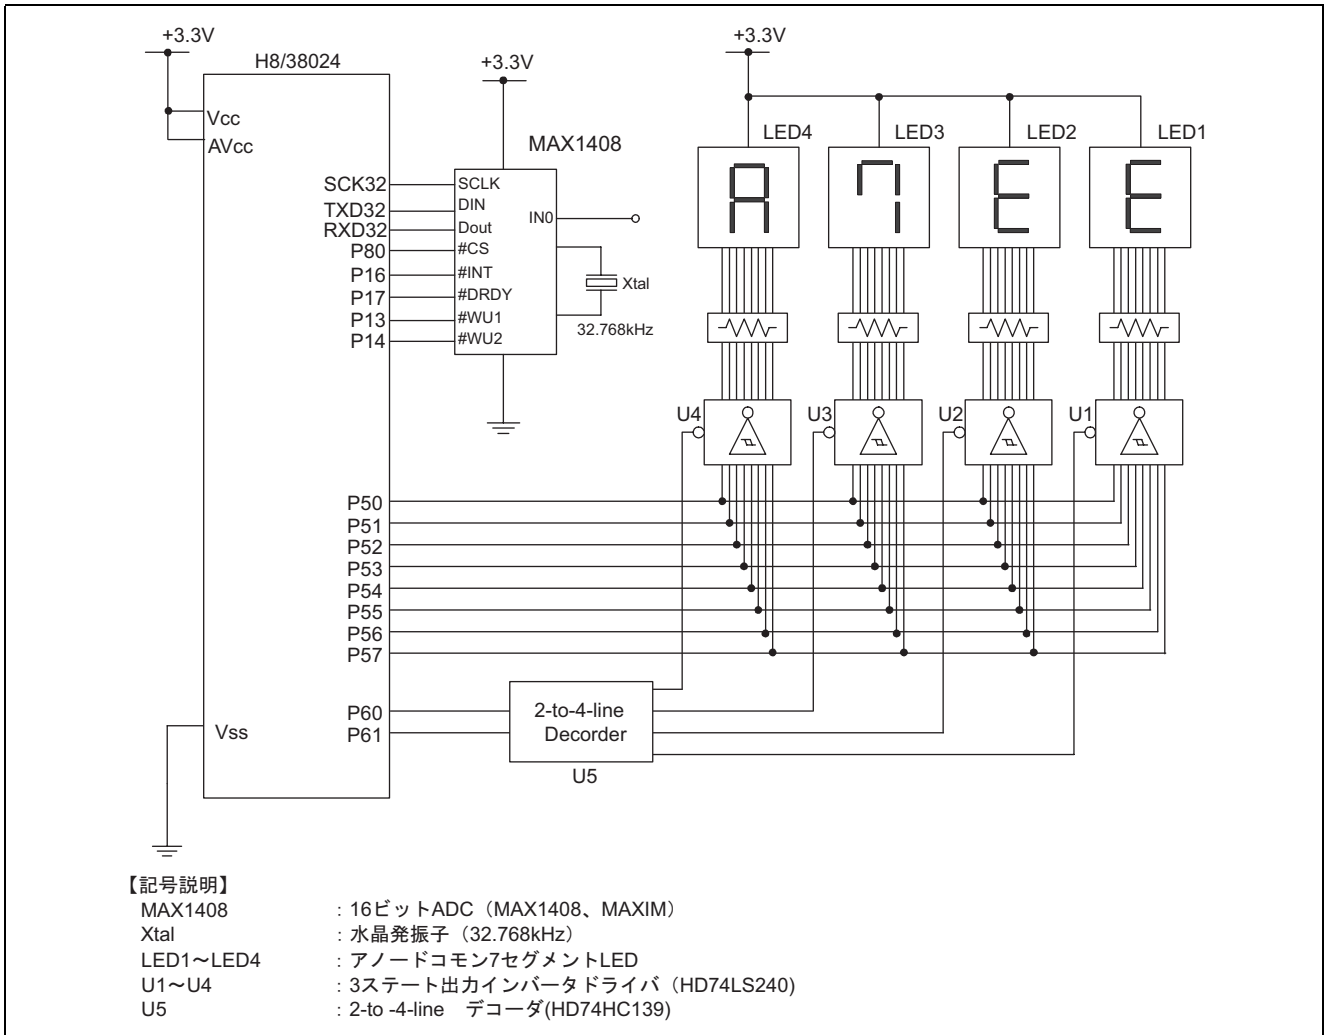

図1 ハードウェア構成
1. 図1にシリアル出力アナログデジタルコンバータ（以下ADCと称します）接続例のハードウェア構成を示します。ADCのアナログ入力端子0（IN0端子）に入力されたアナログ電圧を16ビットデルタシグマ変調器でA/D変換します。